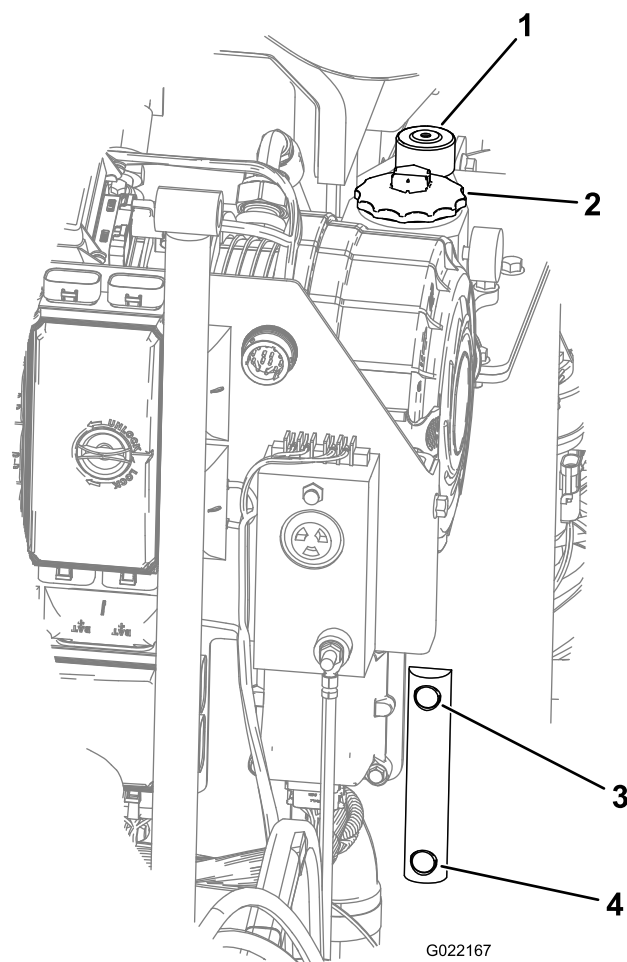

Figura 144
3. Verifique o nível de óleo no visor de nível do reservatório hidráulico (Figura 144).
4. Se o nível estiver baixo, abra a tampa do reservatório de fluido hidráulico e adicione o fluido adequado até atingir a posição Max (Full) no visor de nível (Figura 144).